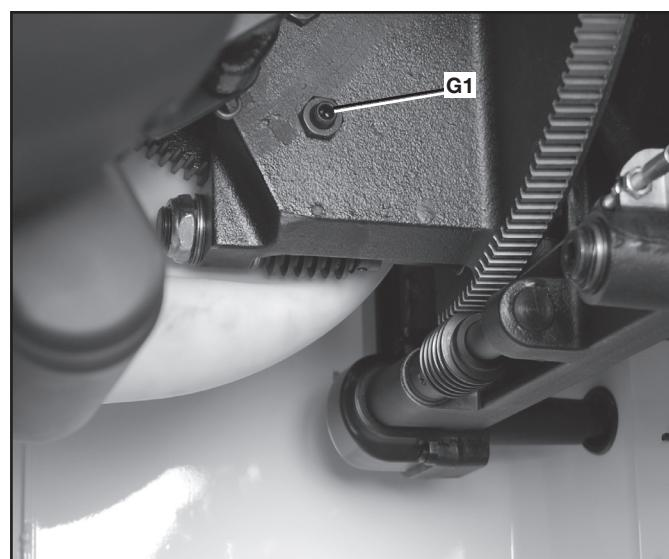

FIG. 53
2. Desserrer légèrement l'écrou de blocage de la hauteur de lame (G1) fig. 53 avec une clé.